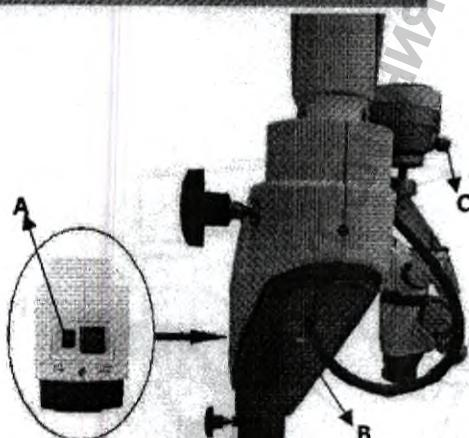

Рис. 13
Выключатель (A) расположен на задней стенке поворотного плеча. В положении “ВКЛ” включается зеленый светодиод (B), и запускаются вентиляторы охлаждения, смотрите рисунок 13.